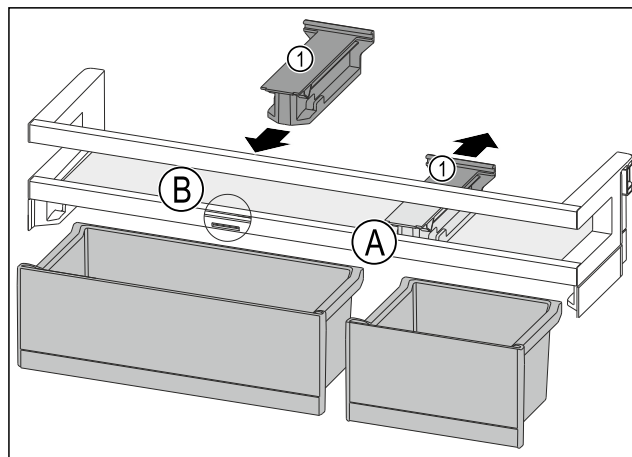

Fig. 85
- Retire la pieza de retención Fig. 85 (1) hacia atrás hacia la posición Fig. 85 (A).
- Inserte la pieza de retención Fig. 85 (1) en la posición Fig. 85 (B).